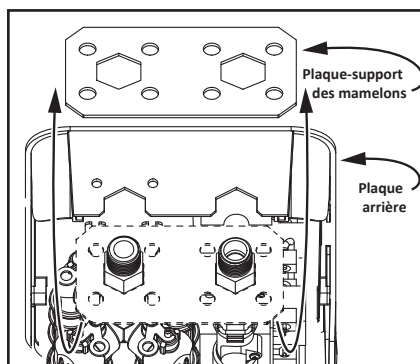

Figure 38 - Démontage de la plaque-support des mamelons.
- 8** Retirer la plaque-support des mamelons en la tirant avec précaution vers le haut jusqu'à la dégager de la plaque arrière. Mettre la plaque-support des mamelons de côté. Voir Figure 38.
- 2** Monter le mamelon d'entrée sur le tube d'entrée supérieur et le maintenir en place avec la goupille de retenue précédemment retirée. S'assurer que la goupille de retenue est bien en place contre le corps du mamelon d'entrée. Voir Figure 38.